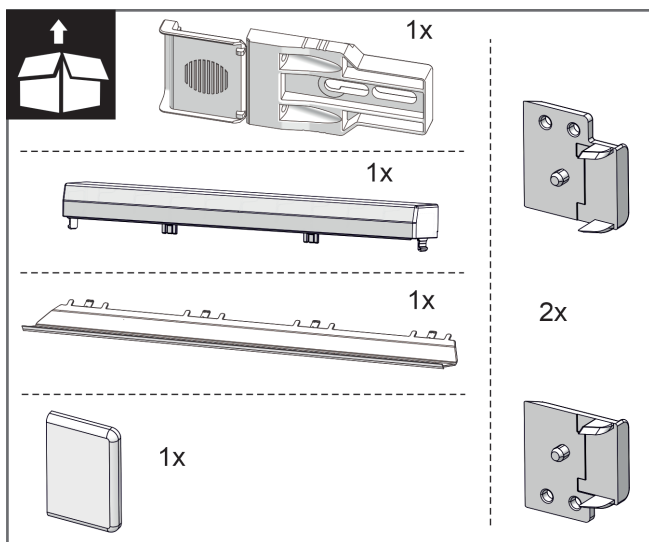
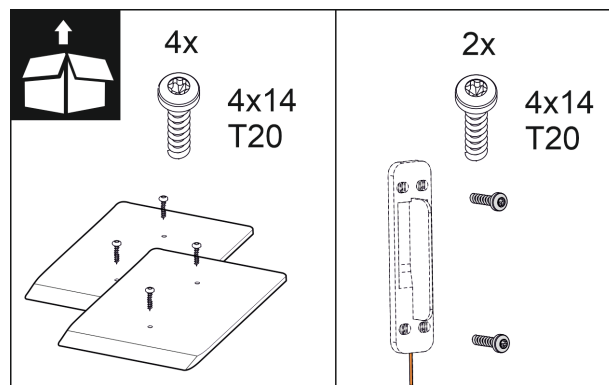

Fig. 10
Fig. 16
2. Ellenőrizze a szerelőkészletet a tartozékcsoomagban. Fig. 10 () – Fig. 16 ()
Szerelőkészlet a tartozékcsoomagban Fig. 10 () – Fig. 16 ()